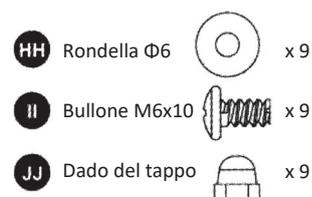
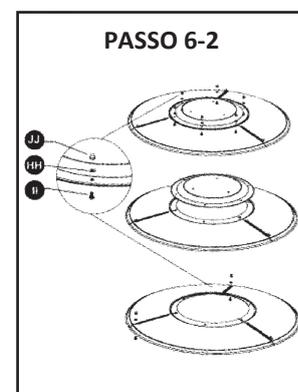
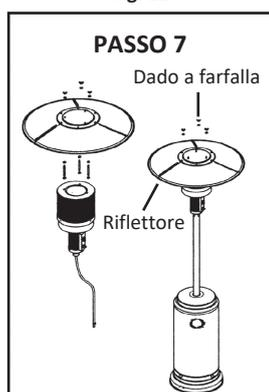

Fig. 5
Fig. 13
Fig. 14
Passo 6-1 (Fig. 5, 12)
2. Inserire un bullone M6x10 (II).
3. Far scorrere una rondella Ø6 (HH) sull'estremità filettata del bullone M6x10 (II) e avvitare leggermente il dado (JJ).
Passo 6-2 (Fig. 13)
3. Far scorrere una rondella Ø6 sull'estremità filettata del bullone M6x10 (II) e avvitare leggermente i dadi (JJ).
Passo 7 (Fig. 14)